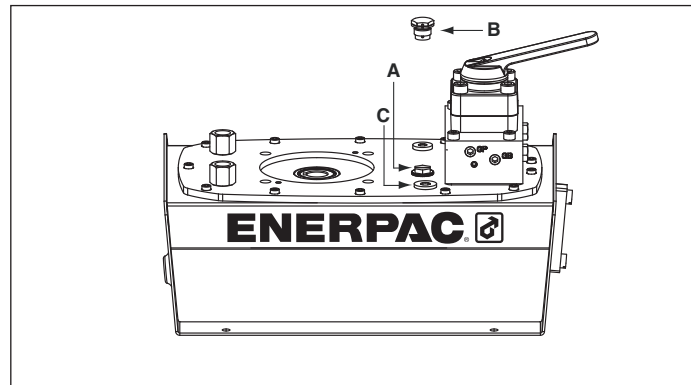
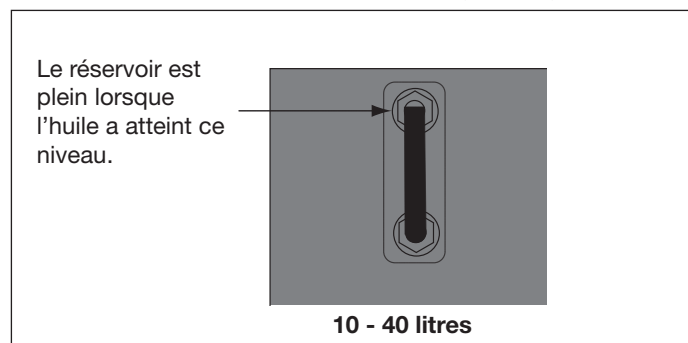

Figure 2, Installation du reniflard ZG
Figure 4
4.1 Bouchon reniflard du réservoir (Voir figure 2)
La pompe requiert une pression d'air dynamique de 4,2 à 7. Vérifier le niveau de l'huile de la pompe avant le démarrage, au besoin enlever le bouchon SAE n° 10 de la plaque de recouvrement pour ajouter de l'huile (voir fig. 2). Le réservoir est plein lorsque le niveau de l'huile atteint le haut du verre-regard. (Fig. 4).